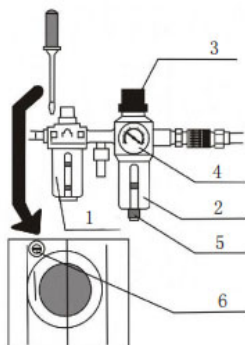

Abb.10
- Siehe Abb.10: 1-Öler; 2-Filter; 3-Regler